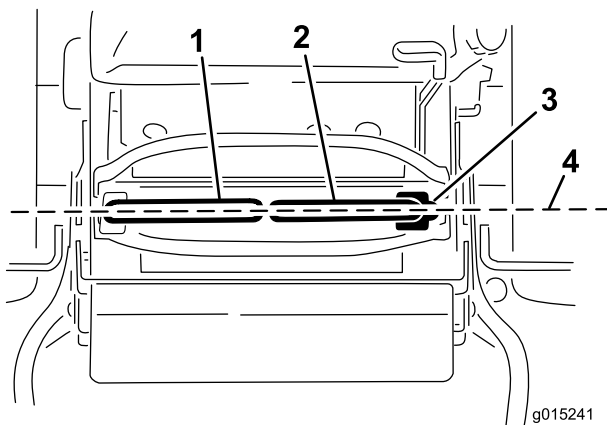

Figura 71
Importante: Controllate che l'allineamento del tosaerba sia giusto dopo aver regolato le leve di controllo del movimento. La messa a punto dell'allineamento e l'allineamento longitudinale delle leve di controllo del movimento sono la stessa procedura (Figura 71).
1. Una volta completato l'allineamento orizzontale, controllate l'allineamento longitudinale (Figura 71).